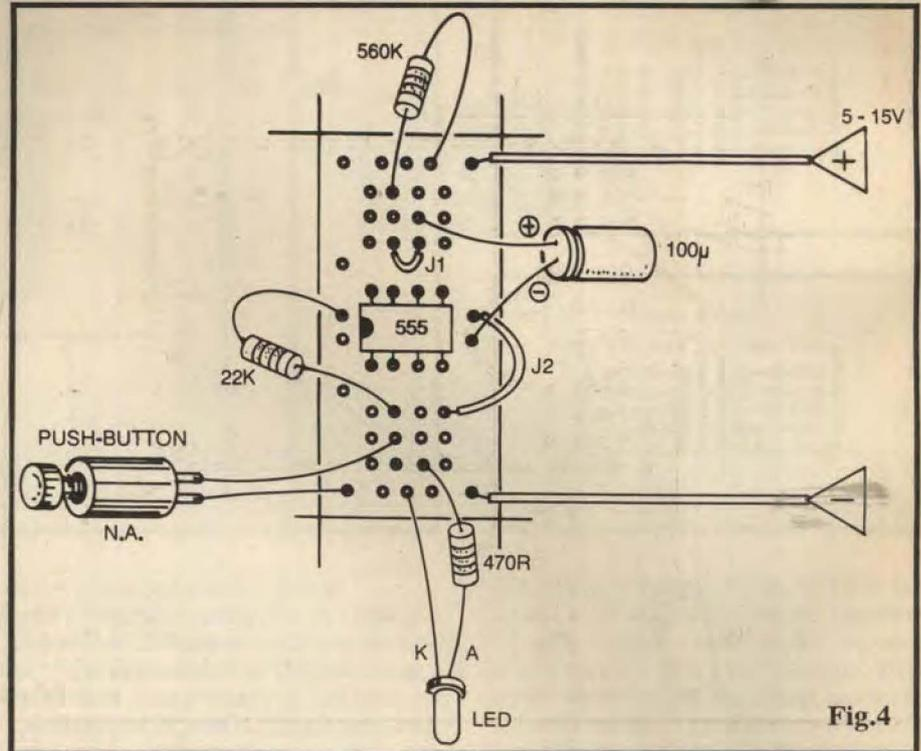

Fig.4
- FIG. 4 - O "CHAPEADO" DO MONOESTÁVEL SOBRE A PLACA PADRÃO... - Para que tudo fique **muito** claro ao iniciante, o lado não cobreado da placa padronizada mostra as peças nitidamente inseridas nos respectivos furos, com todas